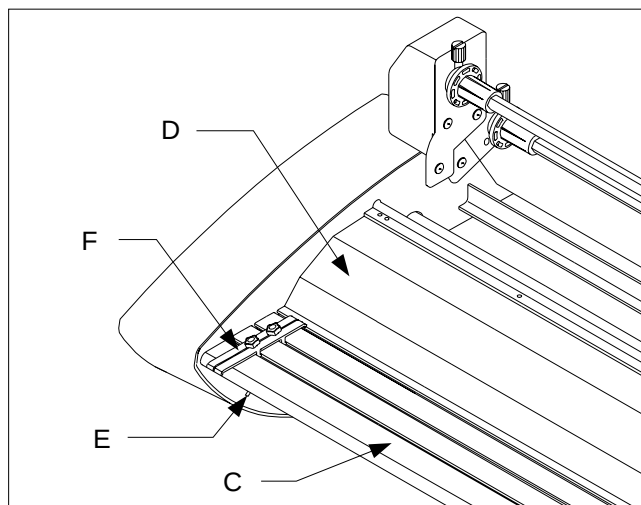

Fig. 3
C. FEED TABLE: The Feed Table, Figure 3, is used to position items for lamination. **The laminator will operate only when the Feed Table and Feed Table Latch are properly installed.**
E. TABLE INTERLOCK LATCH: Used to lock the Feed Table into position and activate an interlock switch. The interlock latch is located on the left underside of the Feed Table, (Figure 3). The table cannot be removed without retracting the latch to the right while lifting the table upwards and away from the laminator. **The laminator will not operate when the table is removed and/or the interlock latch is retracted.**
F. FEED GUIDE: The Feed Guide, Figure 3, permits alignment of the item(s) to be laminated. To position the adjustable guide, loosen the knob on the top of the guide, slide it to the desired position and tighten the knob to secure the Feed Guide in place. The Feed Guide is used to keep longer items straight. The Feed Guide may also be used to feed smaller items side by side by positioning the guide towards the center of the Feed Table and placing smaller items against each side of the Feed Guide as they are being introduced into the nip point of the heat rollers.
C. ANLEGETISCH: Auf dem Anlegetisch, Abb. 3, werden die zu laminierenden Artikel gelagert. **Das Laminiergerät funktioniert nur, wenn der Tisch und die entsprechende Verriegelung ordnungsgemäß installiert sind.**
E. TISCHVERRIEGELUNG: Damit wird die Position des Anlegetisches gesichert und ein Verriegelungsschalter aktiviert. Der Riegel befindet sich links auf der Unterseite des Tisches (Abb. 3). Der Tisch kann nicht entfernt werden, ohne dass vorher der Riegel nach rechts geschoben und der Tisch gleichzeitig angehoben und vom Laminiergerät weggezogen wird. **Wenn der Tisch entfernt wird und/oder der Riegel sich in zurückgezogener Stellung befindet, ist das Laminiergerät nicht betriebsbereit.**
F. ZUFUHRHILFE: (Abb. 3) Damit werden der oder die zu laminierenden Artikel ausgerichtet. Die Zufuhrhilfe ist verstellbar: Den Knopf auf der Oberseite lösen, in die gewünschte Stellung schieben, den Knopf zur Sicherung wieder anziehen. Die Zufuhrhilfe dient dazu, längere Artikel gerade zu halten. Sie kann auch dazu verwendet werden, kleinere Artikel nebeneinander einzuführen. Dazu wird die Zufuhrhilfe in die Mitte des Anlegetisches gestellt und kleinere Artikel an beide Seiten der Zufuhrhilfe angelegt, von wo sie zum Berührungspunkt mit den Heißwalzen geführt werden.
C. INVOERTAFEL: De invoertafel (zie afb. 3) wordt gebruikt om documenten in de juiste positie te brengen voor laminatie. **De laminator werkt alleen als de invoertafel en de vergrendeling ervan correct zijn geïnstalleerd.**
E. TAFELVERGRENDING: Deze wordt gebruikt om de invoertafel in de juiste positie vast te zetten en een vergrendelingsschakelaar te activeren. De vergrendeling bevindt zich aan de linkeronderzijde van de invoertafel, zie afb. 3. De tafel kan alleen worden verplaatst door de vergrendeling naar rechts te trekken en gelijktijdig de tafel op te tillen, weg van de laminator. **De laminator werkt niet als de tafel wordt verwijderd en/of ontgrendeld.**
F. INVOERGELEIDER: Met behulp van de invoergeleider, zie afb. 3, kan het te lamineren document precies worden gecentreerd. Om de afstelbare geleider in de juiste positie te plaatsen, draait u de knop bovenop de geleider los, schuift u hem in de gewenste positie en draait u de knop weer aan zodat de invoergeleider zich op zijn plaats bevindt. De invoergeleider wordt gebruikt om langere documenten recht te houden. De invoergeleider kan ook worden gebruikt om kleinere documenten naast elkaar in te voeren; plaats daartoe de geleider in het midden van de invoertafel en plaats de kleinere documenten tegen de zijkanen van de geleider bij het invoeren tussen de grijpzone van de warmterollers.
C. TABLE D'ALIMENTATION: la table d'alimentation (Figure 3) est utilisée pour positionner les documents à plastifier. **La plastifieuse ne peut fonctionner que si la table d'alimentation est correctement positionnée et verrouillée.**
E. VERROUILLAGE DE LA TABLE D'ALIMENTATION: permet de bloquer la table d'alimentation; le verrouillage est situé sous la table d'alimentation (Figure 3). Pour retirer la table, soulevez-la en tirant le loquet vers la droite. **La plastifieuse ne peut fonctionner que si la table d'alimentation est correctement positionnée et verrouillée.**
F. GUIDE DE POSITIONNEMENT: ce guide (Figure 3) permet d'aligner les documents à plastifier. Pour régler le guide, desserrez le bouton-vis du guide, faites glisser le guide jusqu'à la position désirée et resserrez le bouton-vis pour maintenir le guide en position. Ce guide est utilisé pour maintenir les documents bien alignés. Il peut être également utilisé pour positionner de petits documents côte à côte: placez alors le guide au centre de la table d'alimentation et alignez les documents de chaque côté du guide pour qu'ils soient entraînés par les rouleaux chauffants.